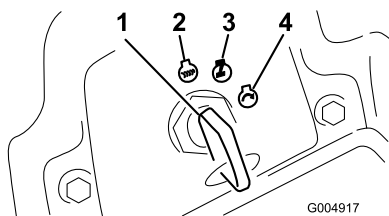

Figura 13
6. Gire la llave de contacto a la posición Marcha (Figura 13).
4. Gire la llave de contacto a la posición de Desconectado (Figura 13). Espere a que se detengan todas las piezas en movimiento antes de abandonar el puesto del operador.